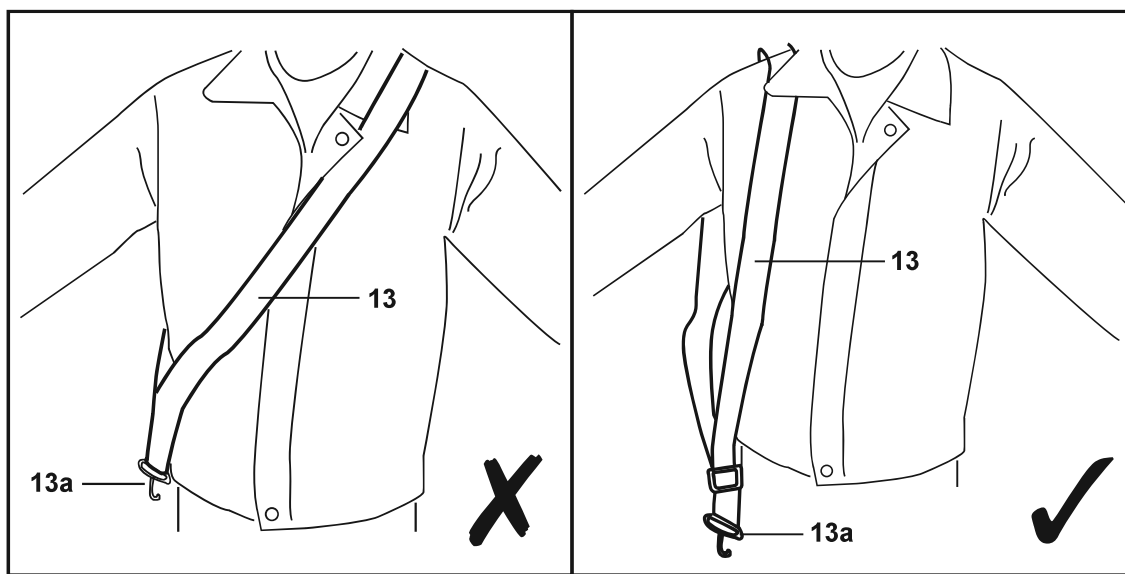

Fig. 5
1. Coloque o arnês (13) e passe-o por cima do seu ombro direito. Em caso de emergência, o arnês (13) pode ser facilmente libertado do corpo do utilizador juntamente com o produto. Nunca o coloque de forma a que passe por cima do seu ombro esquerdo e atravesse o peito e as costas.
2. O grampo de fixação (13a) tem de estar posicionado junto ao quadril direito. (Fig. 5).